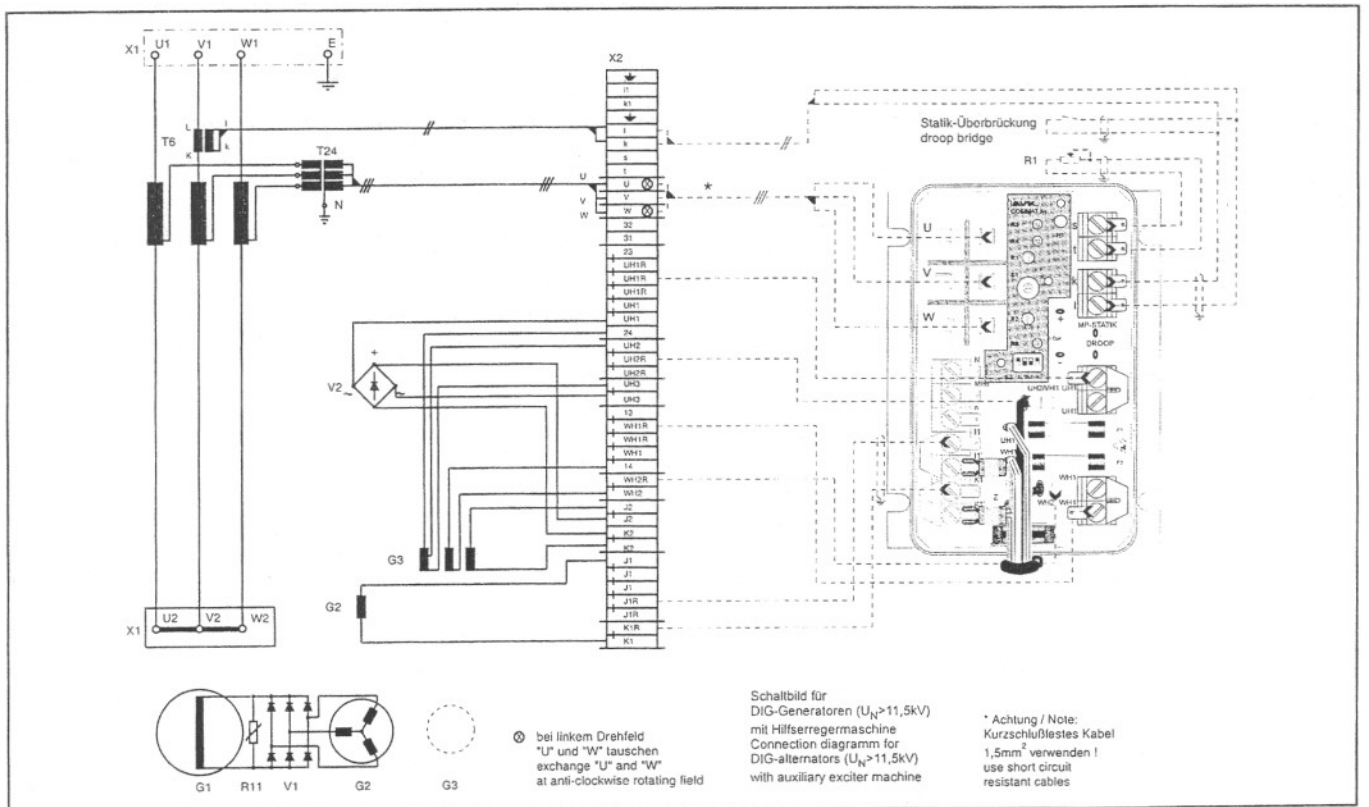

Рис.33– Внешний монтаж для генераторов DIG с  $U_{НОМ} > 11,5$  кВ
**(Рис.33– Внешний монтаж для генераторов DIG с  $U_{ном} > 11,5$  кВ)**